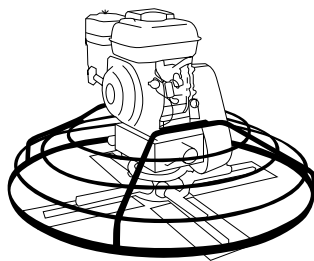

Рис. 7
3. Установите привод (двигатель) на редукционный блок (Рис. 7).